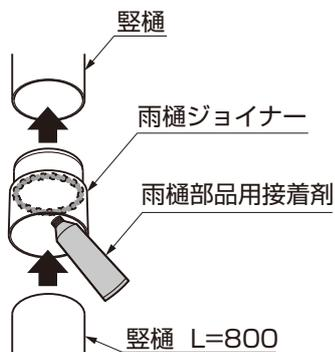

図9-17
- 縦樋が足りない場合は、本体に付属の雨樋ジョイナーと縦樋を使用してください。(図9-17参照)